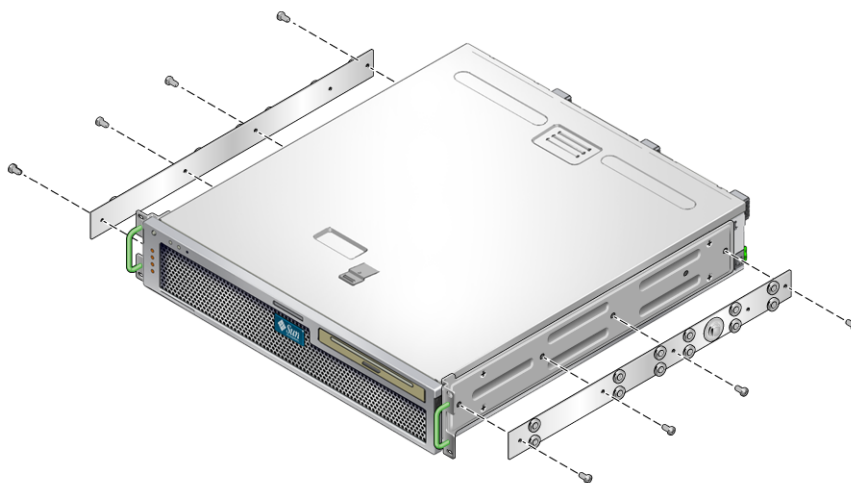

図 3-9 サーバーシャーシへのレールの固定
5. ラックマウントキットの M4×0.5×5 mm プラスね頭ねじを 8 本 (各側面に 4 本ずつ) 使用して、各レールをサーバーシャーシの側面に固定します (図 3-9)。